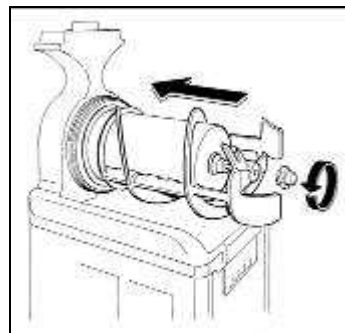

Fig. 34
- Fissare tutti i componenti avvitando il pomello in senso antiorario (fig.34).